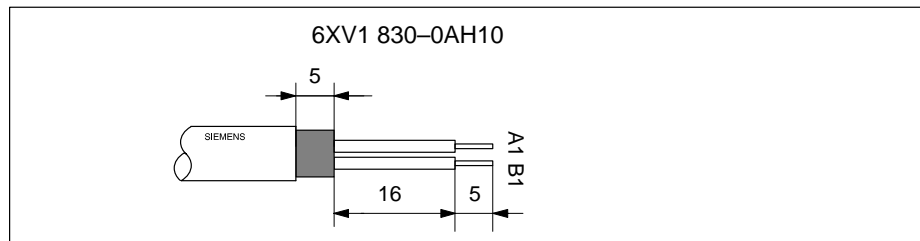

Figura 3-14 Lunghezza delle spelature per il collegamento alla spina di collegamento al bus (6ES7 972-0B.40 ...)
1. Spelare il cavo di bus come indicato nella figura 3-14.